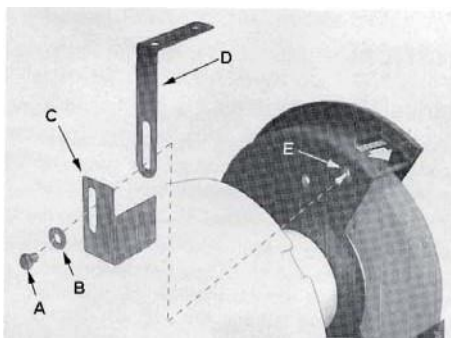

Рис. 2
- 2 – Установчі кронштейни захисного козирка для очей (42)
- 4 – Установчі гвинти (46)
- 4 – Шайби (48)
- 2 – Іскрогасники (43) (44)
- 4 – Гайки (47)
- Дивіться на рисунок 2, аби впевнитися, що Ви встановили їх правильно.
Посилаючись на рисунок 2: